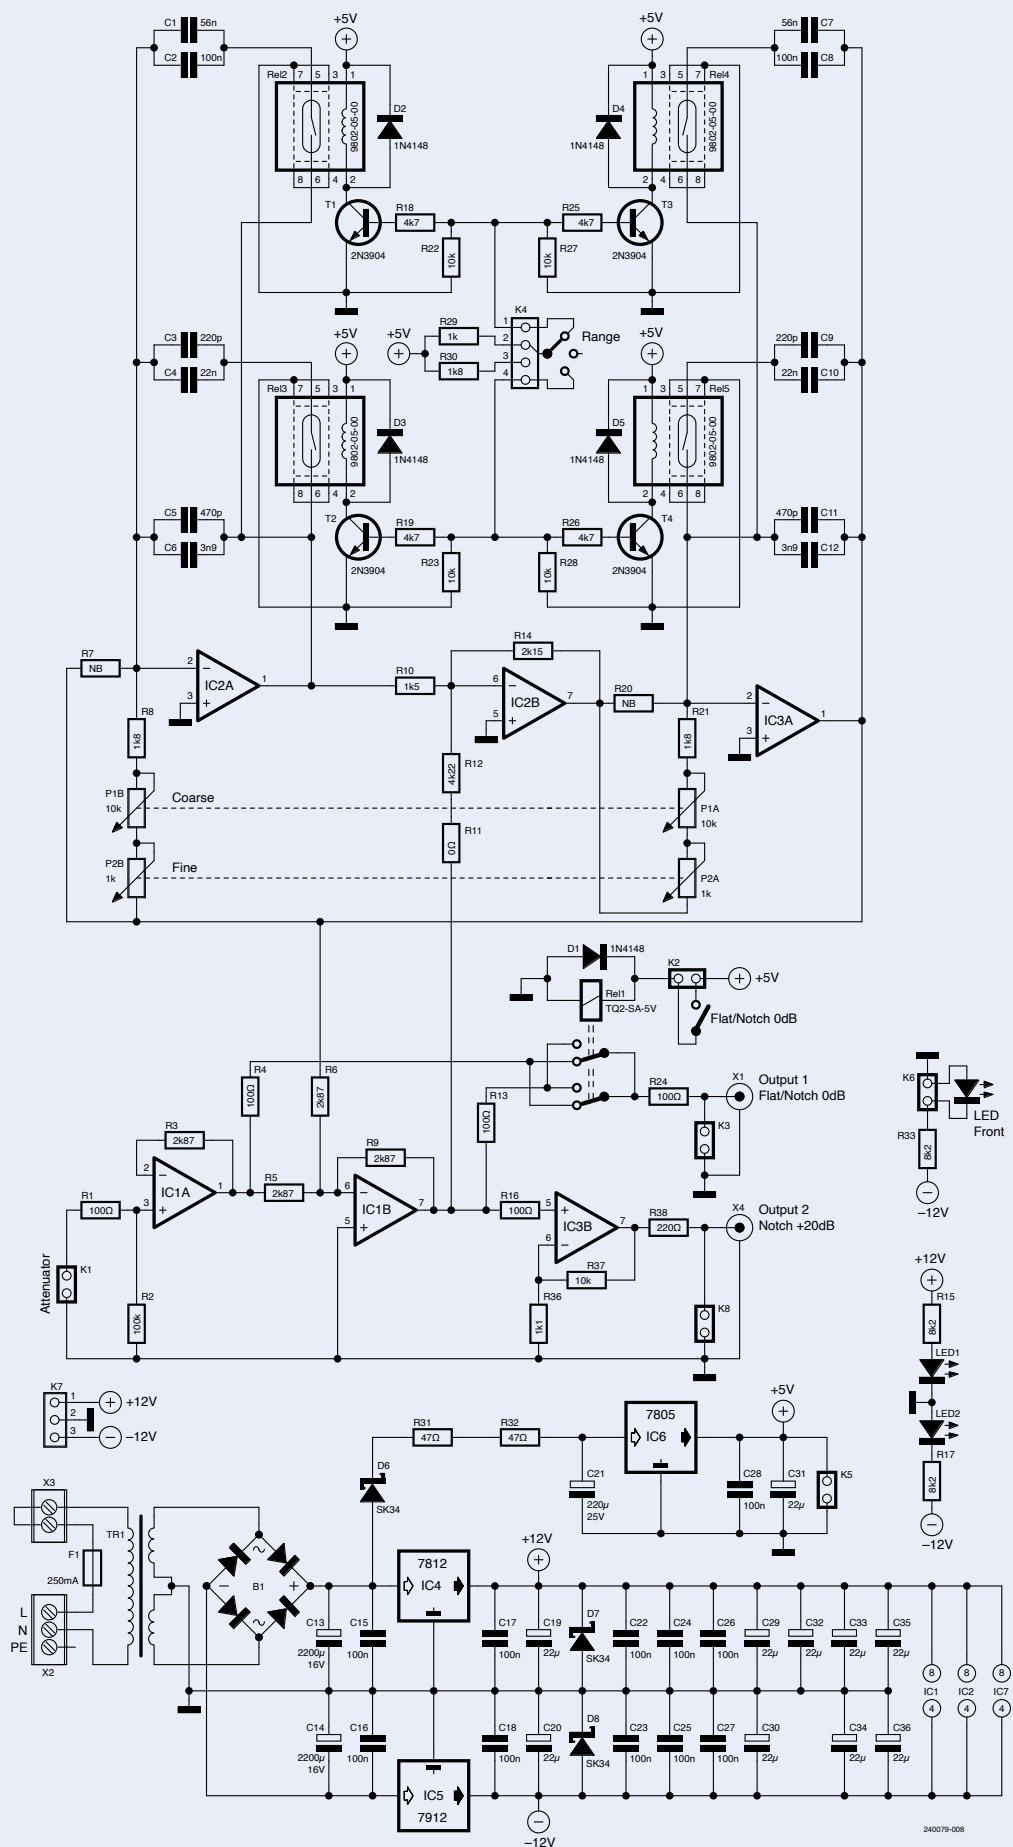
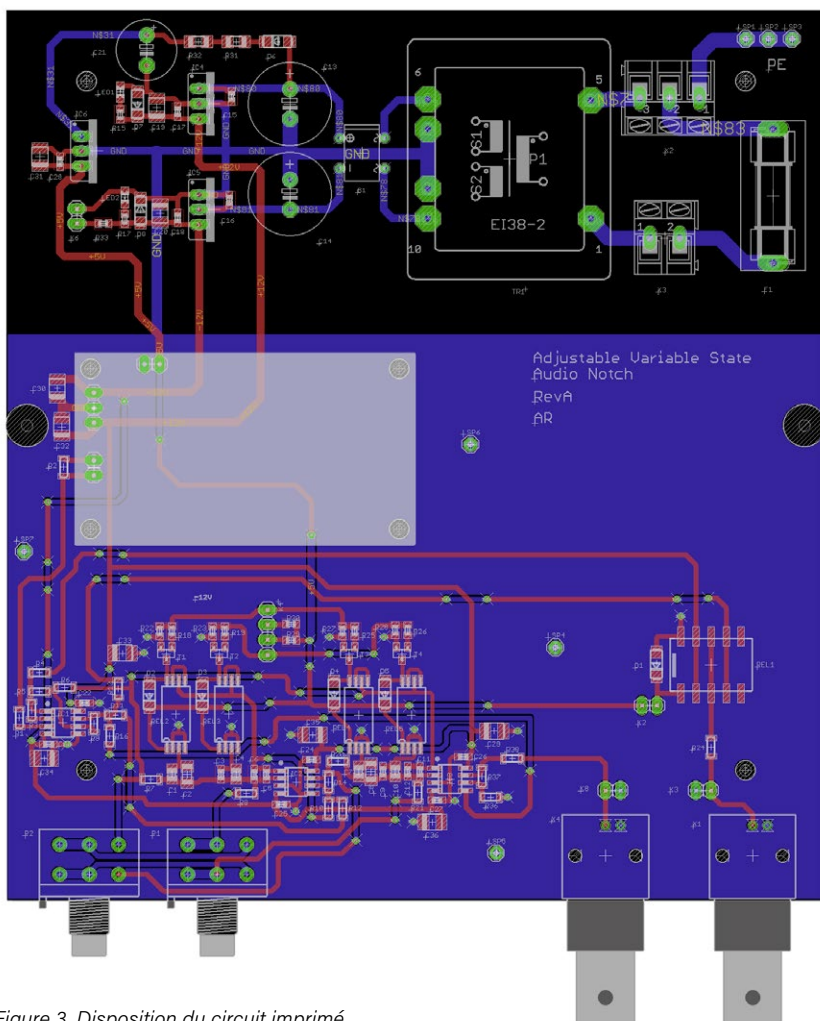

Figure 2. L'atténuateur ne fait pas partie du circuit du filtre. Il est connecté à K1.
Figure 3. Disposition du circuit imprimé.
La **figure 2** montre le circuit détaillé, et la **figure 3**, la disposition du circuit imprimé que j'ai conçu. L'atténuateur d'entrée n'est pas
inclus dans la figure 2. Il s'agit d'un circuit imprimé séparé qui est implanté sur le circuit imprimé du filtre. Je l'ai décrit précédemment dans mon article « Atténuateurs pour signaux audio (2) » [2] dans Elektor. La version asymétrique est normalement suffisante si aucune entrée différentielle n'est requise. Les différentes atténuations sont sélectionnées à l'aide d'un commutateur rotatif.